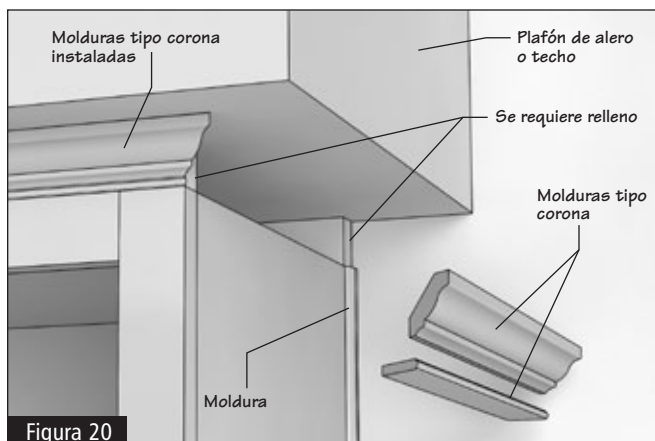

Figura 20
7.2 Las molduras tipo corona se instalan a lo largo del borde superior de los gabinetes. Si los gabinetes tienen una cobertura completa, es posible que primero deba instalar algún bloque en la parte superior del gabinete. (Figura 20)